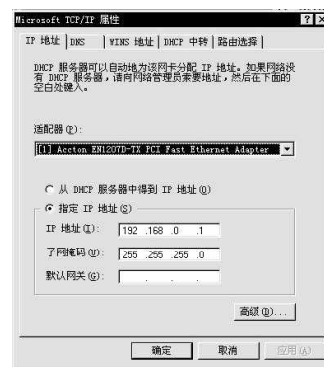

图 2
■TCP/IP 通信协议的设置。在“网络”对话框中选择已安装的 TCP/IP 协议，打开其“属性”，将出现图 2 所示的对话框。在指定的位置输入已配好的“IP